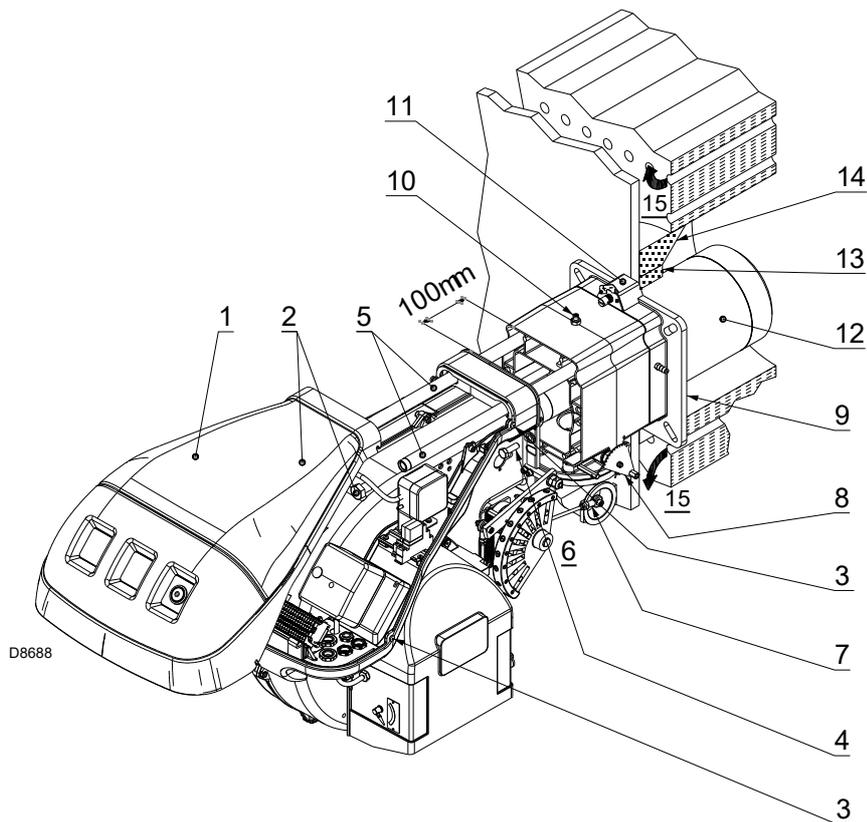

Fig. 12
Seleccionar la longitud del tubo de llama 12)(Fig. 12) en base a las indicaciones del fabricante de la caldera; tener en cuenta que siempre debe ser mayor que el espesor de la puerta de la caldera más el material refractario.
Para calderas con paso de humos delantero 15)(Fig. 12) o con cámara de inversión de llama, colocar una protección de material refractario 13) entre el refractario de la caldera 14) y el tubo llama 12).
Separar el cabezal de combustión del resto del quemador, como se ilustra en Fig. 12.
Después de esta eventual operación, fijar la brida 11)(Fig. 12) a la placa de la caldera, interponiendo la junta aislante 9)(Fig. 12) suministrada en dotación.
- volver a montar el quemador en las guías 3) a unos 100 mm del manguito 4) - quemador en la posición que muestra en la Fig. 12;